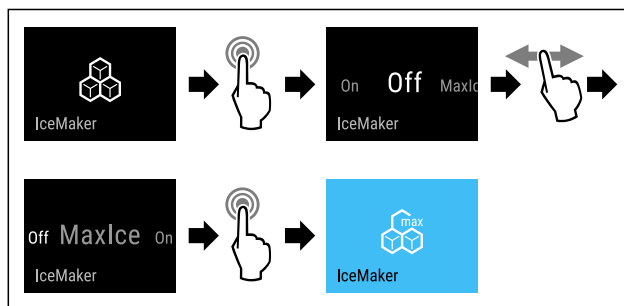

Fig. 20
- ▶ Proved'te akční kroky (viz Fig. 20) .